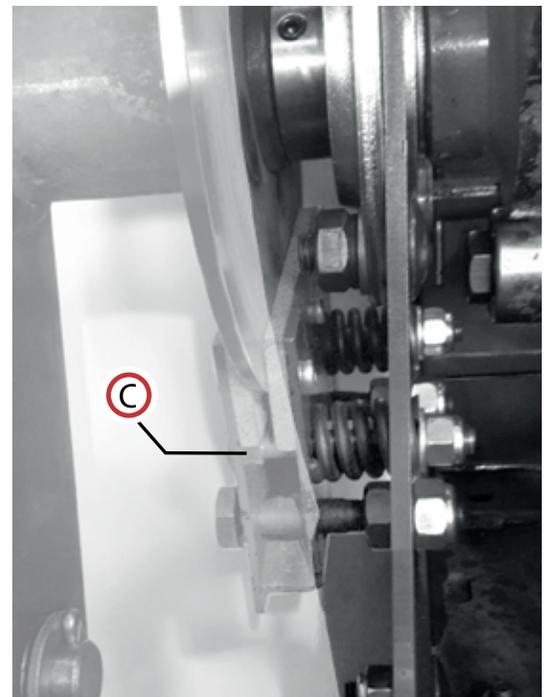

Fig.5b
3. El frenodel anudador (C) (Fig. 5b) está demasiado apretado o bloqueado.